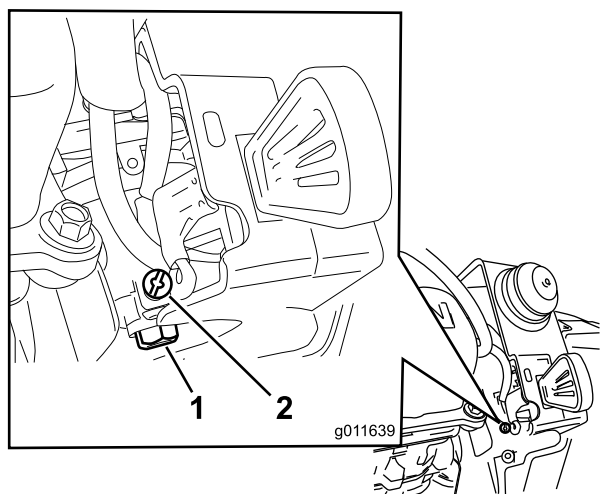

Figure 31
- A. Dévissez, mais ne retirez pas, la petite vis située sur le côté de la cuve du carburateur (Figure 31) jusqu'à ce que le carburant commence à s'écouler du carburateur. Vidangez le carburant dans un récipient homologué.